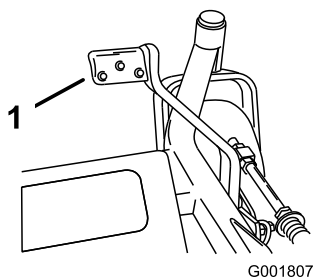

Figura 19
2. Premete la leva di sollevamento assistito mentre alzate la leva dell'altezza di taglio (Figura 19).